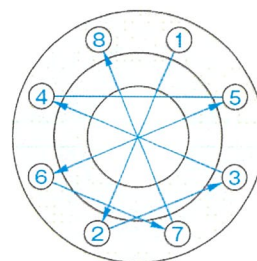

図6 対角締め手順
- ① 図6のように、対角位置にあるボルトを順番に締め付ける。
- ② 締め付トルクは段階的に増加させ、（例えば目標締め付トルクの10% → 20% → 60% → 100%）均等に締め付ける。
- ③ フランジ面間の隙間をノギスなどで対角に4箇所測定し、片締めしていないか確認する。